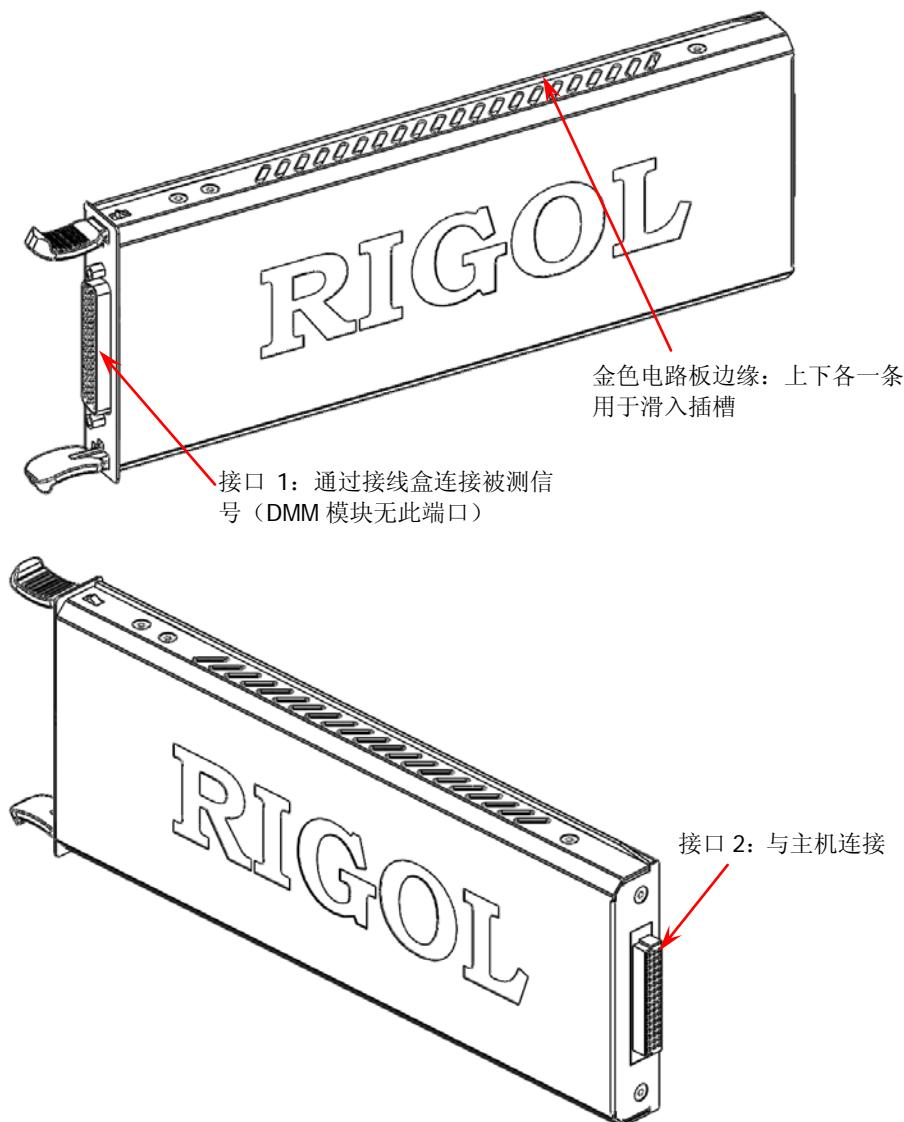

图 6 插入式模块外观图
如图 6，模块上下各有一条外露的金色电路板边缘。将模块的两条边缘对准主机插槽内的滑槽（如下图箭头所示）后推入，听到“咔嗒”的声音表明已插入到位。此时，接口 2 已与主机连接。
3. 将接线盒与模块上的接口 1（接口定义见图 6）对接，旋紧两个螺杆使之与模块上的螺母紧固。